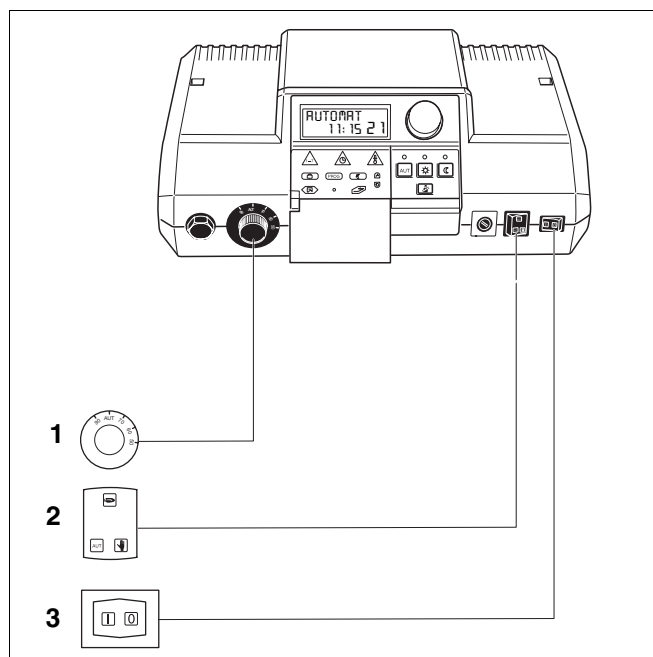

Fig. 17 Verificarea reglajelor elementelor de deservire
- Regulatorul temperaturii apei din cazan (Fig. 17, Poz. 1)
- Comutator în caz de avarie, încălzire și apă caldă (Fig. 17, Poz. 2).
- Poziționarea comutatorului de funcționare în poziția **I** (Fig. 17, Poz. 3).